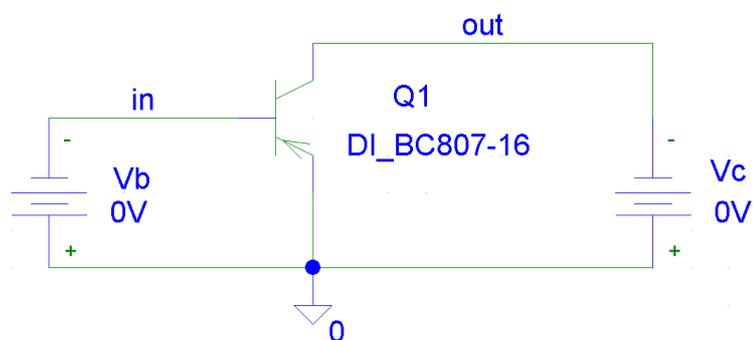

Рисунок 4.18 – Схема измерений входных статических характеристик БТ
4.6.2 Собрать схему измерений входных статических характеристик БТ (**рис. 4.18**).